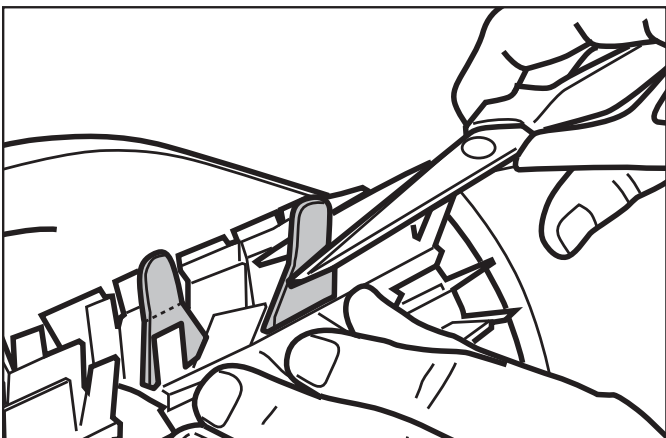

Figura 28. Corte las trabillas
5. Use tijeras para cortar las trabillas, de modo que no queden más altas que las puntas (vea la figura 28).